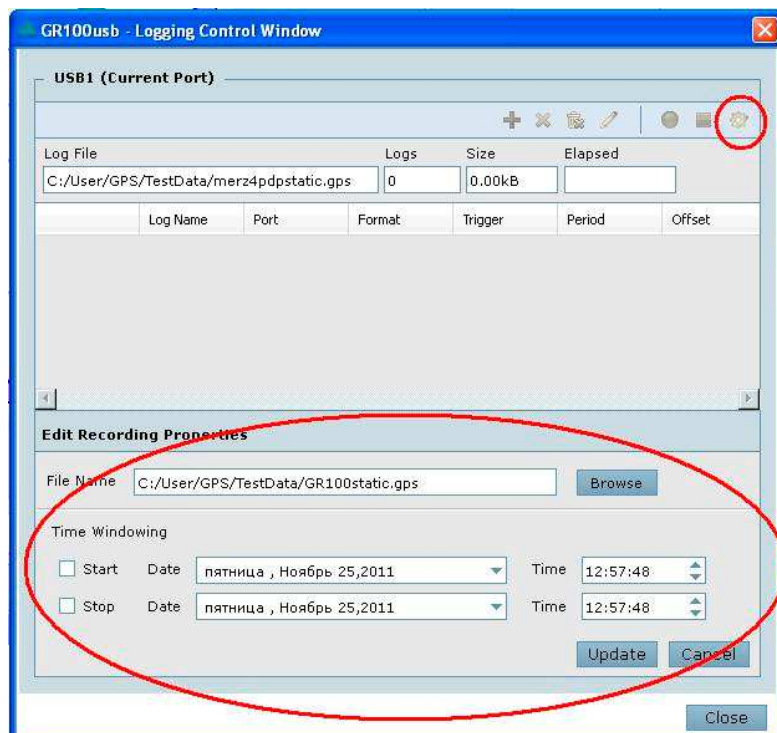

Рисунок 17
2.3.4.2 Для записи данных в файл необходимо поставить «галочку» в «Log to File» и, для определения места записи и имени файла, нажать кнопку «Edit recording properties» (Рисунок 17), в открывшемся разделе настроек записи задать место записи и имя файла. При необходимости можно указать время начала и окончания записи. После заполнения раздела нажмите кнопку «Update»